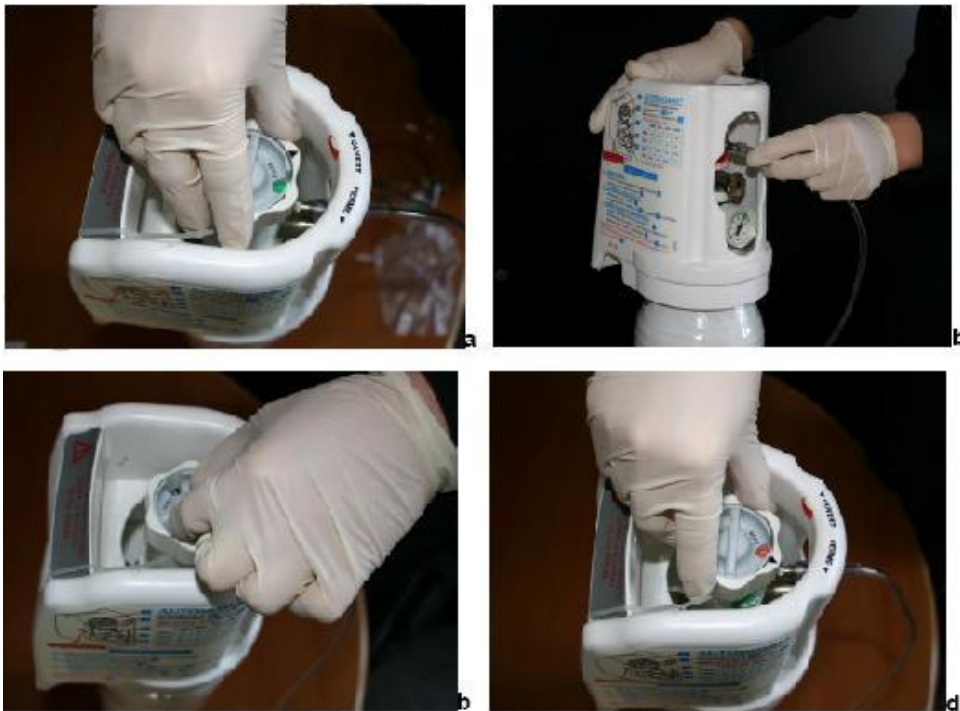

Figure 5.13 : utilisation de la bouteille d'oxygène
- 1- Ouvrir la bouteille en tournant lentement le robinet d'ouverture (fig. 5.13 a).
- 2- Brancher (fig. 5.13 b) le tuyau d'oxygène du masque à inhalation ou de la réserve à oxygène de l'insufflateur sur l'olive de sortie
- c. fermer la bouteille (fig. 5.13 d).